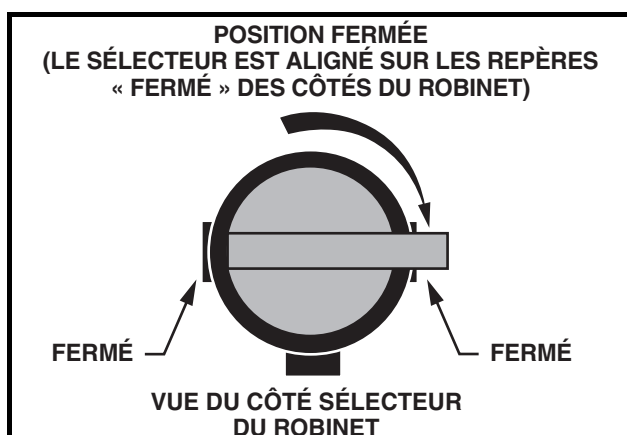

Figure 24 Robinet de carburant – position fermée
- Le véhicule remorqué doit être fermement arrimé sur la remorque, avec le levier ou le commutateur de marche avant/marche arrière en position POINT MORT (N), la clé de contact en position ARRÊT et le frein de stationnement fermement serré et verrouillé.
- Véhicules à essence seulement : Tourner le robinet de carburant en position fermée (Figure 24, Page 43).
- Tourner la clé de contact en position ARRÊT, retirer la clé et laisser le levier de marche avant/marche arrière en position POINT MORT (N) pendant le remisage. Ceci empêchera le démarrage involontaire du véhicule et évitera les risques d'incendie.
- Tourner le robinet de carburant à la position fermée (Figure 24, Page 43).
- 3.1. Mettre le levier de marche avant/marche arrière en position POINT MORT (N) et la came de verrouillage au point mort en position d'ENTRETIEN. Tourner le robinet de carburant en position fermée (**Figure 24**) et faire tourner le moteur jusqu'à ce que le carburant restant dans le carburateur et les conduites soit épuisé et que le moteur cale. Remettre la came de verrouillage au point mort en position de CONDUITE.
- Tourner le robinet de carburant en position fermée (Figure 24, Page 43).